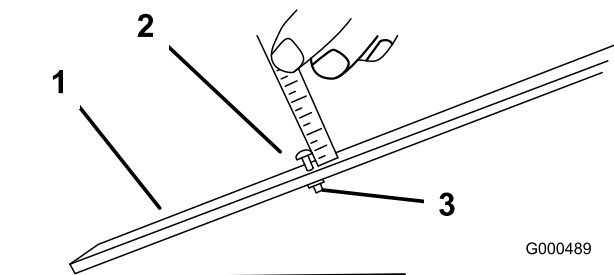

Figura 17
- Afloje la tuerca de la barra de ajuste y ajuste el perno a la altura de corte deseada (Figura 17).